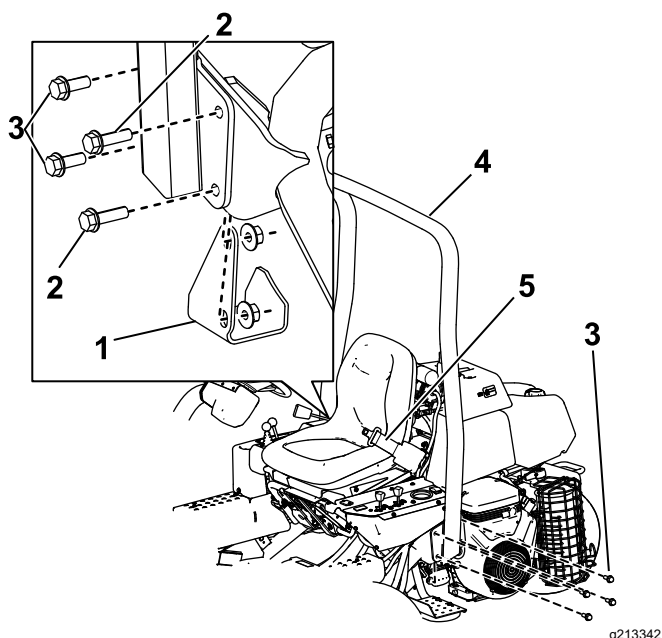

Figure 4
2. Abaissez l'arceau de sécurité (Figure 4) sur les supports de montage en alignant les trous de fixation.
3. Fixez le côté gauche de l'arceau de sécurité au support de montage avec 4 boulons ( $\frac{1}{2}$ " x  $1\frac{1}{2}$ ") et contre-écrous (Figure 4).
5. Fixez le côté droit de l'arceau de sécurité et l'appui de cric déposé précédemment sur le support de fixation au moyen de 2 boulons ( $\frac{1}{2}$ " x  $1\frac{1}{2}$ "), 2 boulons ( $\frac{1}{2}$ " x  $1\frac{3}{4}$ "), 1 rondelle et des contre-écrous, comme montré à la Figure 4.